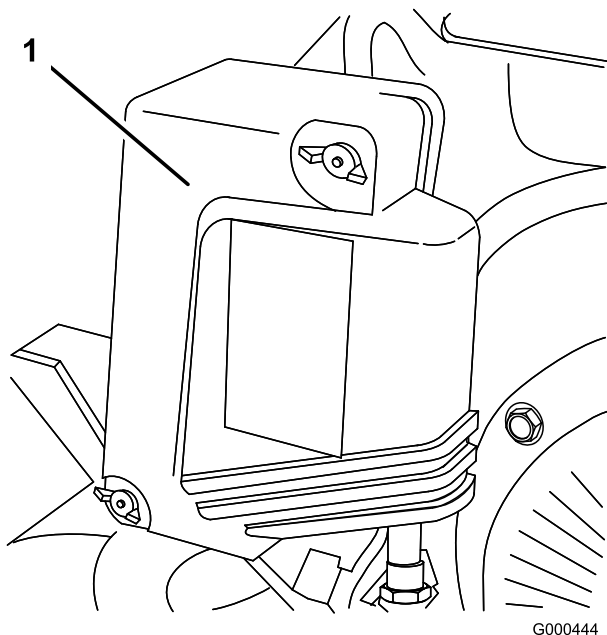

Figura 21
2. Retire las tuercas de orejeta que fijan la tapa del limpiador de aire, y retire la tapa. Limpie a fondo la tapa (Figura 21).